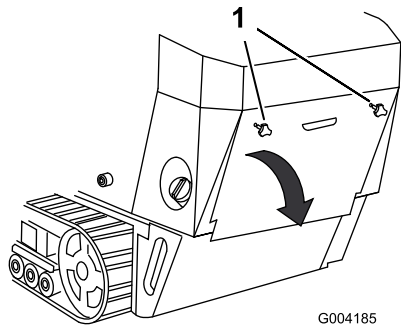

Figura 24
2. Baje la tapa de acceso trasera y retírela para tener acceso a los componentes internos (Figura 24).